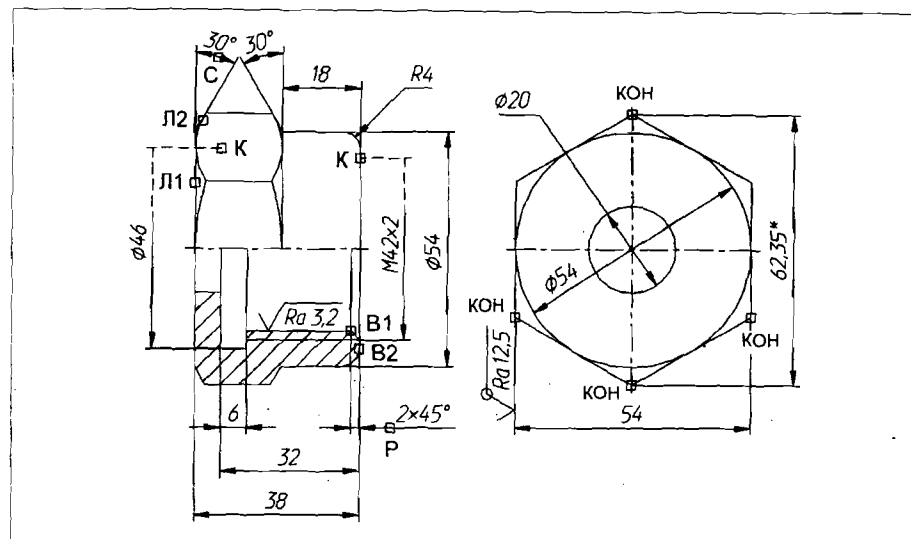

Рис.3
Порядок нанесения размеров (рис.3):
7. Ввести команду ВСТАВИТЬ (INSERT), выбрать из списка блок Ш_1 обозначения шероховатости резьбы и вставить его по месту (см. рис.3). По запросу ввести значение атрибута (параметра шероховатости).